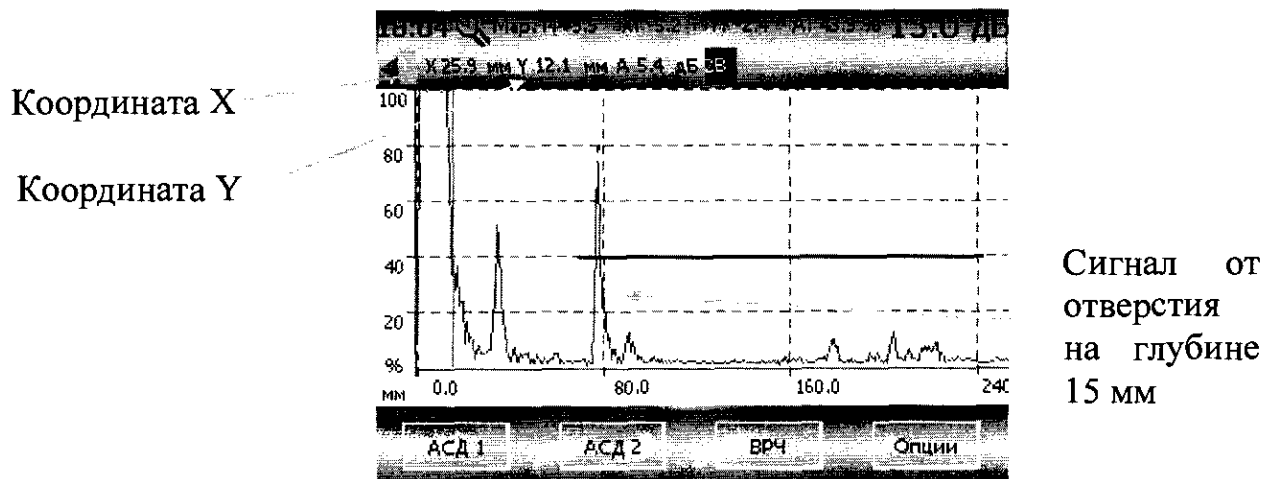

Рисунок 17 – Вид сигнала от отверстия на глубине 15 мм
8.14.8 В пункте меню "Глубиномер", "Задержка" установить такое время задержки волн в ПЭП, при котором показания глубиномера X, Y (см. рис. 17) будут близки к значениям, указанным в таблице 32 (выбрать значение угла ввода близкое к углу ввода используемого ПЭП).